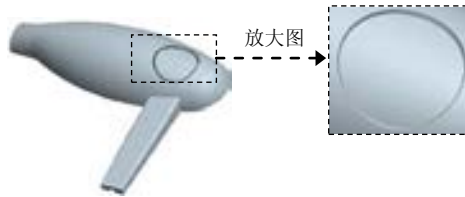

图 6.7.47 创建局部偏移
Step24. 在面组 1234 上创建图 6.7.47 所示的局部偏移。